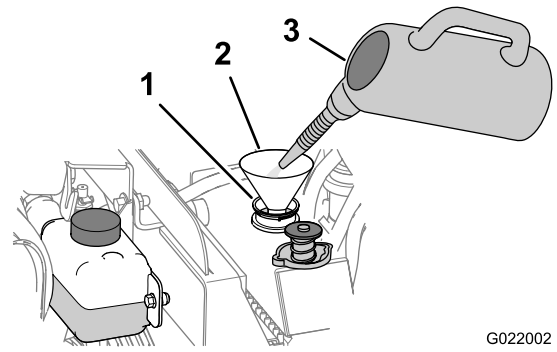

Figure 81
- C. Ajoutez une solution de nettoyage du circuit de refroidissement par le goulot du radiateur (Figure 81).